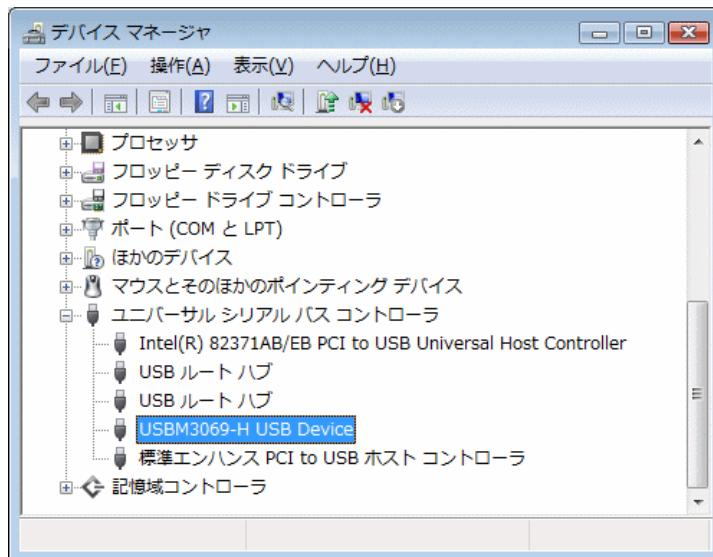

図 11 Windows 7 のドライバインストール確認
- ④ デバイスを USB ケーブルでパソコンに接続します。図 11 のように「デバイスマネージャ」の画面に「USBM3069-H USB Device」と表示されれば、ドライバが正しくインストールされています。